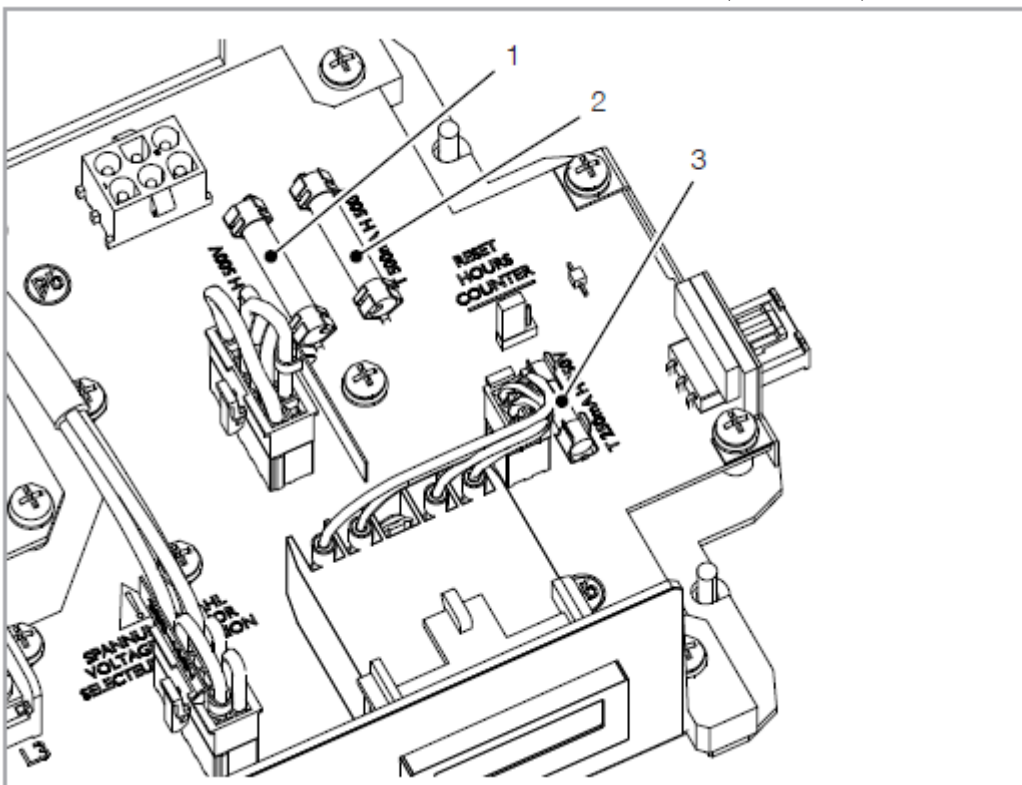

图 15 更换保险管
- 变压器保险：FS1&FS2—T 500mA H 500V(图 15 中 1 和 2)
- 风扇和计时器保险：FS3—T 250mA H 250V(图 15 中 3)